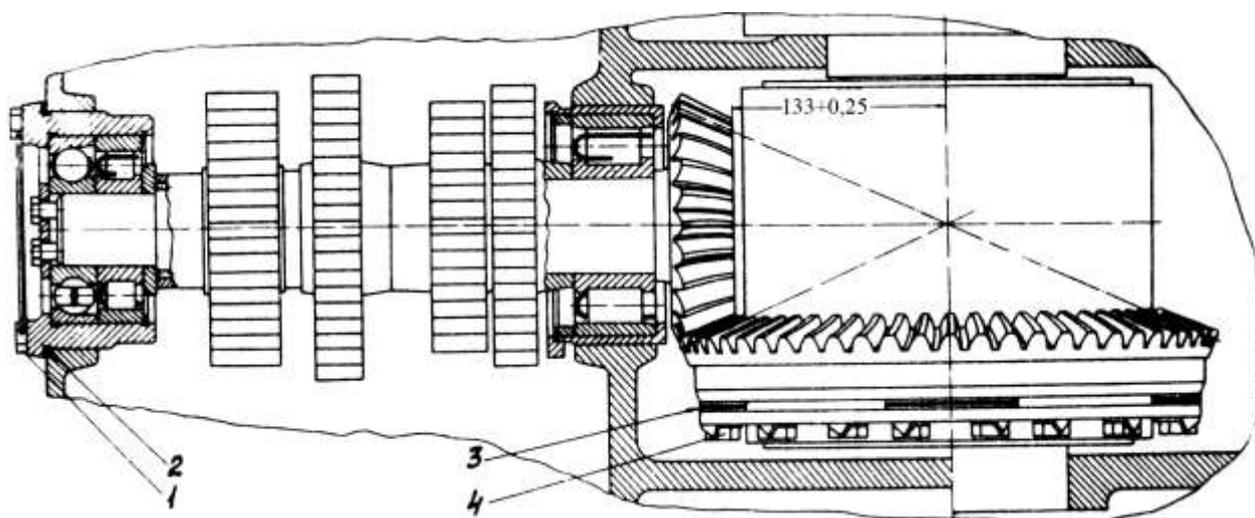

Рис. 23. Установка шестерён конической передачи
- регулировочными прокладками **2** (рис. 23) установите